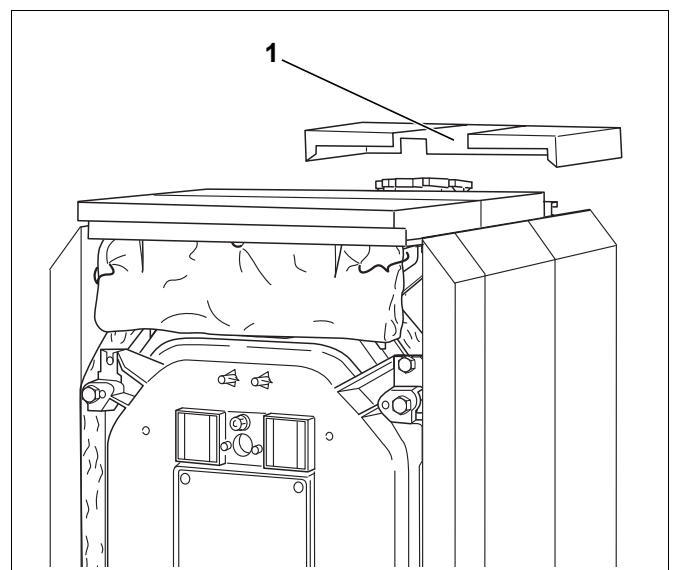

Рис. 54 Установка задней крышки
- ▶ Установите на боковых стенках заднюю крышку котла с отбортовками и вырезом для подающей линии (рис. 54, [1]), направленным вперед.